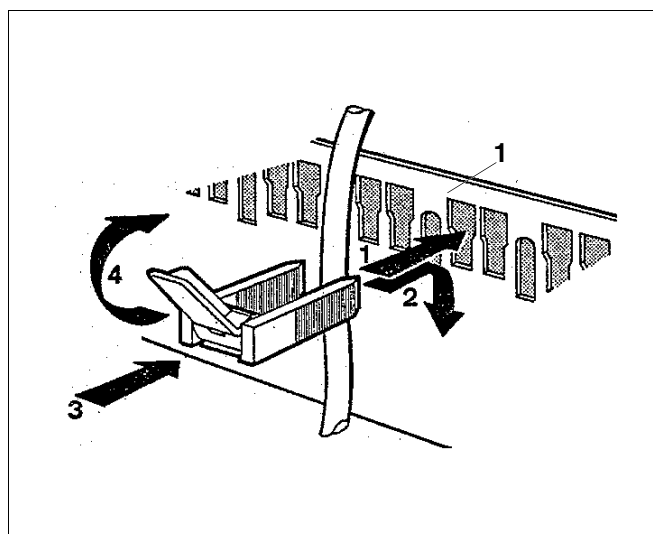

Fig. 65 Détail " A " de la fig. 66
Tous les câbles peuvent être fixés comme suit, au cadre de serrage à l'aide des colliers de câble adéquats (inclus dans la livraison de l'appareil de régulation), (fig. 65):
- Mettre le collier avec son câble par le haut dans les rainures du cadre de serrage (fig. 65, **pos. 1**); le levier doit être tourné vers le haut (fig. 65, phase 1).
- Glisser le collier de câbles vers le bas (fig. 65, phase 2).
- Exercer une contre-pression (fig. 65, phase 3).
- Replier le levier vers le haut (fig. 65, phase 4).